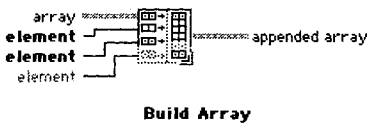

Рис. 7.18. Функция Создать массив
- в зависимости от конфигурации функция **Создать массив** (Build Array) комбинирует или объединяет два массива или добавляет в массив дополнительные элементы (рис. 7.18). Будучи впервые помещена на блок-диаграмму, функция выглядит как иконка, изображенная слева. Вы можете растянуть границу этой функции для увеличения количества вводов. Функция **Создать массив** имеет два типа ввода: для *массива* и для *элемента*. Таким образом, с ее помощью легко создавать массив одновременно из массива данных и из скалярных величин.